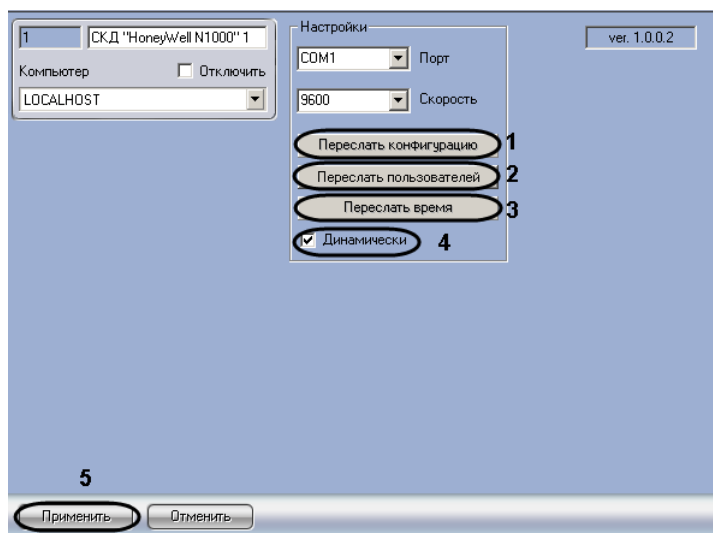

Рис. 3.7—1 Запись полной конфигурации
1. Для записи конфигурации системы необходимо нажать кнопку **Переслать конфигурацию** (Рис. 3.7—1, 1).
2. Для записи карт доступа пользователей необходимо нажать кнопку **Переслать пользователей** (см. Рис. 3.7—1, 2).
3. Для синхронизации времени необходимо нажать кнопку **Переслать время** (см. Рис. 3.7—1, 3).